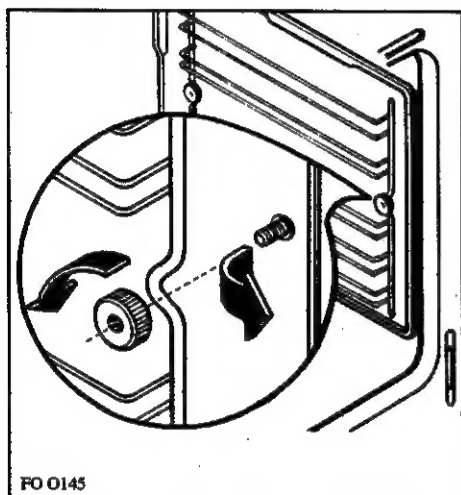

Fig. 11
- dévisser les écrous de fixation des rails latéraux (Fig. 11),